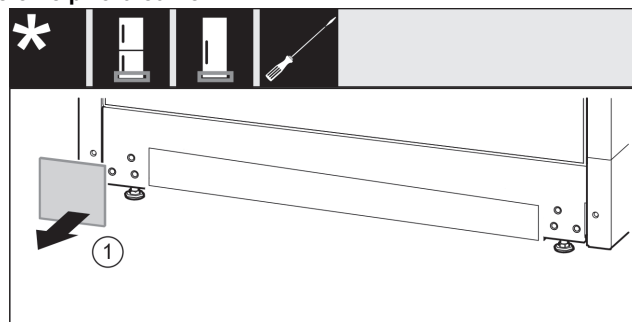

Fig. 11
- ▶ Nuimkite uždangalą. Fig. 11 (1)